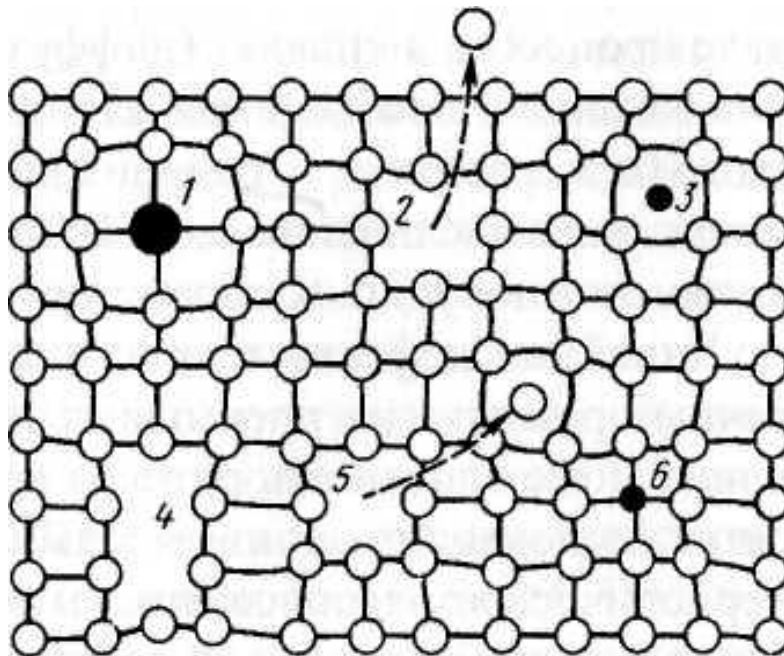

Рис. 4.5. Схема точечных дефектов в кристалле:
**Точечными дефектами** (рис. 4.5) называются такие нарушения периодичности кристаллической решетки, размеры которых во всех измерениях сопоставимы с размерами атома. К точечным дефектам относят: